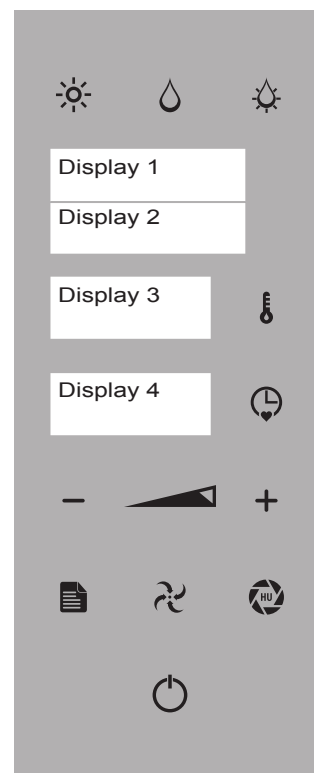

Fig.1
- Mode "STAND BY" : touche "ENVOI" allumée et affichage horloge (Fig.1 Écran 3).
- Mode "MENU PRINCIPAL" : touche "ENVOI" allumée, affichage et horloge (Fig.1 Écran 3) et affichage des fonctions (LAVAGE - RECETTES - SONDE À COEUR - POST - SAUVEGARDER RECETTES - IMPORTER RECETTES - UPDATE FW - Fig.1 - Écran 1).
En mode "sélection de la fonction" ou "sélection du paramètre" après 5 secondes d'inactivité, le four mémorise la fonction ou la valeur affichée (Fig.1 Écran 2 - 3 - 4).
Le "Programme" et/ou "Recette" de cuisson peut être rappelé et répété, le cas échéant. L'appareil peut mémoriser jusqu'à 60 programmes, la durée de chaque programme ne peut pas dépasser 9 heures d'usinage consécutives. Le "Programme" permet 5 phases de cuisson. La "Phase de cuisson" met en évidence la mention "PHASE" (Fig.1 Écran 2) indique les caractéristiques de cuisson avec lesquelles les aliments sont traités.